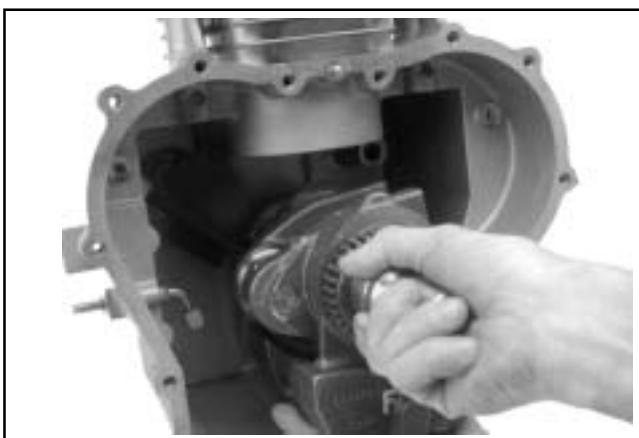

Figura 8-48. Desmontaje del cigüeñal y el contrapeso.
1. Saque con cuidado el cigüeñal y el contrapeso del cárter. Ver Figura 8-48.